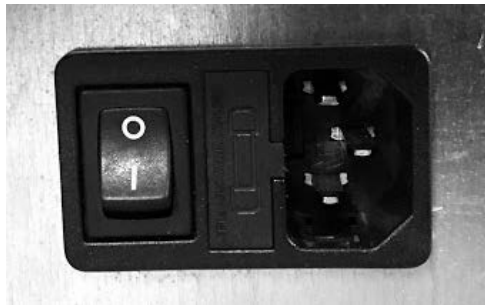

Fig. 47 - Prise électrique avec interrupteur général
- Brancher le câble d'alimentation avant sur le dos du poêle (voir **Fig. 47**), puis à une prise murale.
- L'interrupteur général 0/I (voir **Fig. 47**) ne doit être activé que pour allumer le poêle ; si ce n'est pas le cas, il est conseillé de le tenir éteint.